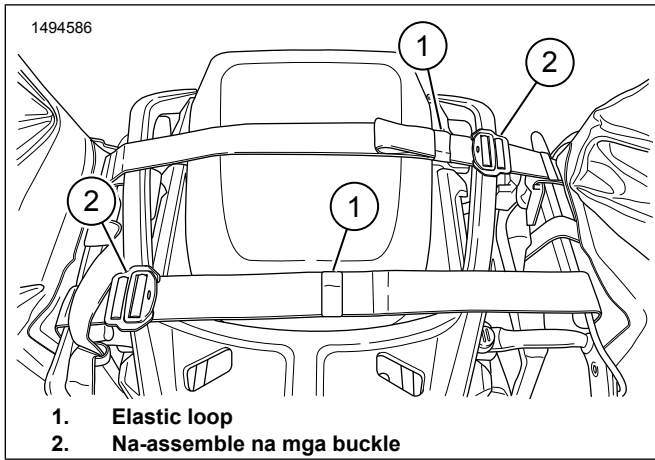

Figure 3. Ang mga Strap sa Pillion
4. Figure 3 Ikabit ang mga saddlebag sa sasakyan na may mga strap na konektado sa pillion ng likurang upuan.
6. Figure 3 Ilagay ang mga sobrang strap sa mga elastic loop (1).